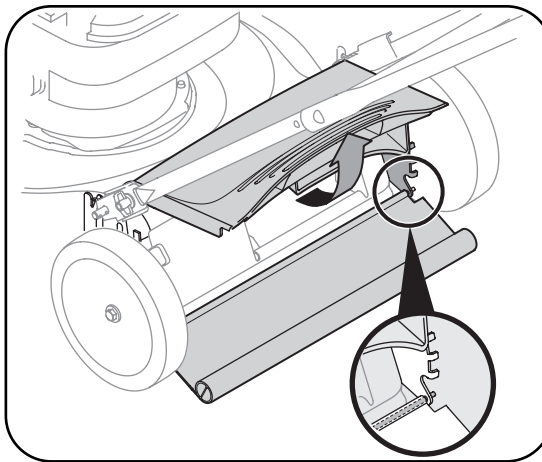

Figura 5-3
1. Para quitar la tapa trasera, levante la puerta trasera, y la tapa de prensa en a ambos lados para quitar del agujero. Ver la Figura 5-3.